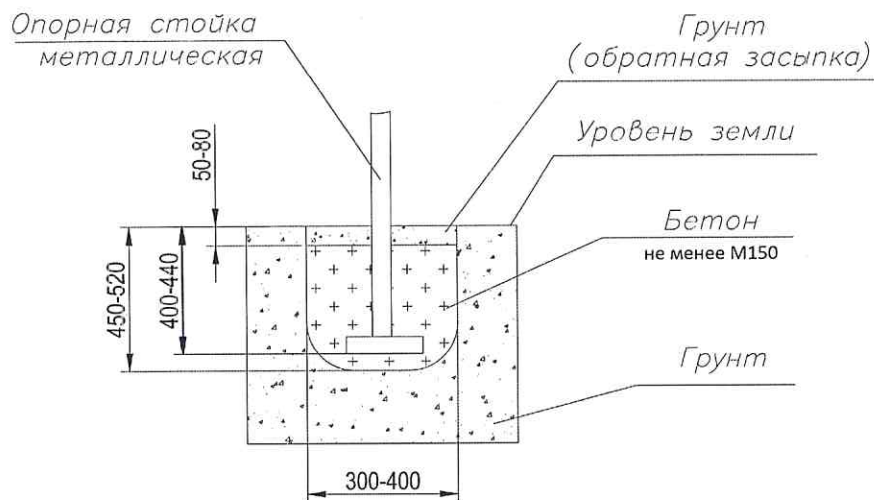

Рисунок 1
3. Забетонировать раму согласно схеме (рис. 1).